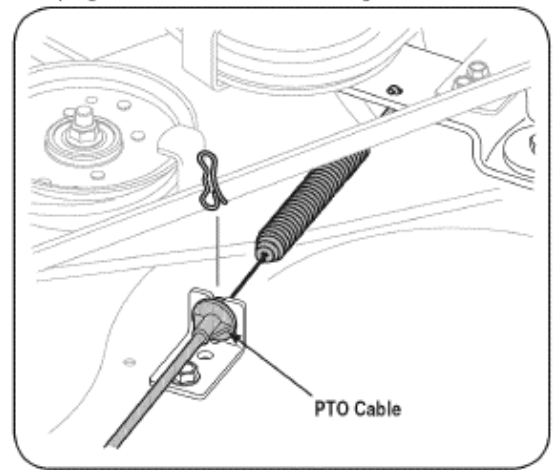

Рис. 20
9. Аккуратно отсоедините трос вала отбора мощности от задней части деки, удалив пружинный штифт, который крепит его. См. Рис. 20. Отсоедините пружину от кронштейна ролика натяжения ремня.